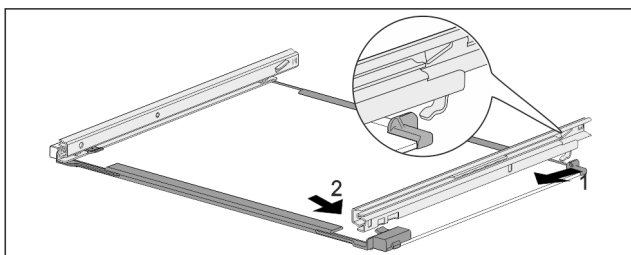

Fig. 105 Glasplatte mit Schienen
- ▶ Schiene hinten einhaken. Fig. 105 (1)
- ▶ Schiene vorne einrasten. Fig. 105 (2)